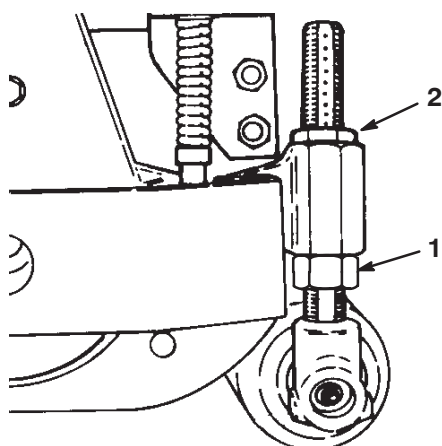

Figure 17
**Remarque :** Positionnez l'écrou conique long (Fig. 17) en bas pour les hauteurs de coupe de 32 mm et plus. Positionnez l'écrou conique court en bas pour les hauteurs de coupe inférieures à 32 mm.